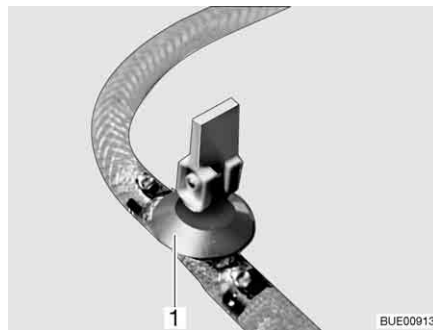

Bild 214 Avtappningskran
- Stäng avtappningskranen/avtappningskranarna. Ställ vipparmen (Bild 214, 1) i vågrätt läge.
- Öppna avtappningskranen/avtappningskranarna (Bild 214). Ställ vipparmen (Bild 214, 1) i lodrätt läge. Varmvattenberedaren töms utåt.